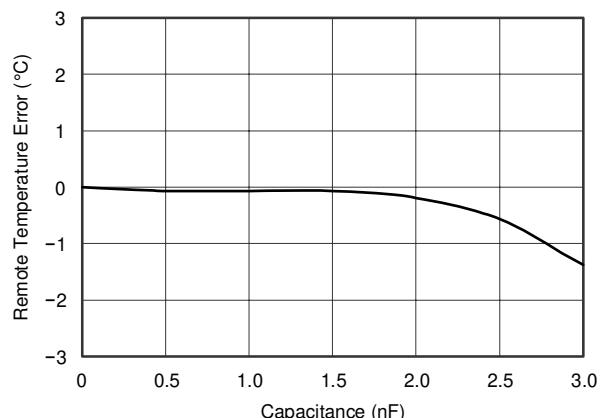
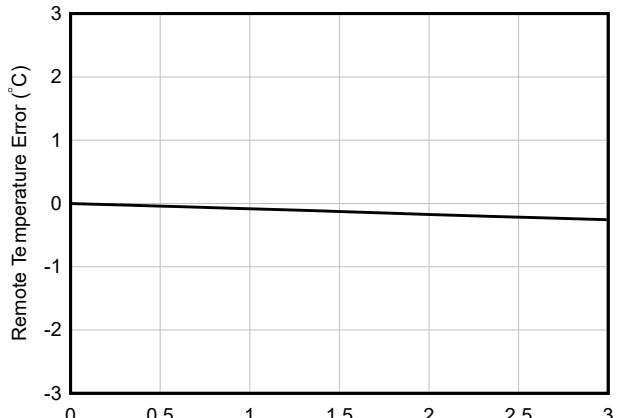
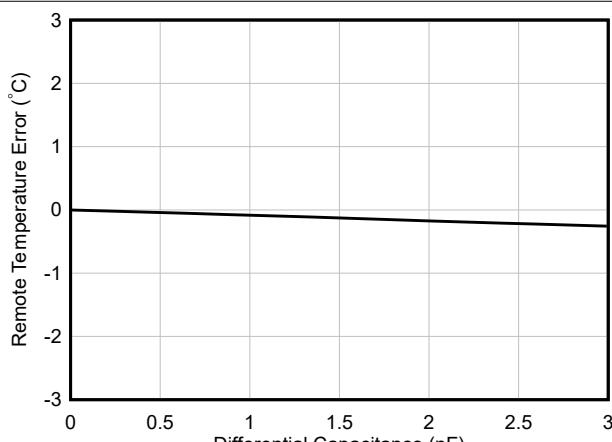

図 6-12. リモート温度誤差と差動容量との関係 (従来のチップ)
図 6-13. リモート温度誤差と差動容量との関係 (新チップ)
図 6-28. リモート温度誤差と差動容量との関係
- C. ほとんどのアプリケーションでは、 C_{DIFF} (オプション) は $<1000\text{pF}$ でなければなりません。 C_{DIFF} の選択はアプリケーションごとに異なります。 フィルタリング、図 6-12 (図 6-13 新しいチップ)、および図 6-28 を参照してください。
TMP411-Q1 デバイスおよび TMP411D-Q1 デバイスは、温度誤差の変化を最小限に抑えながら、最大 1000pF の差動入力容量を許容できます。容量が検出されたリモート温度誤差に与える影響を、図 6-12 (新しいチップは図 6-13) および図 6-28 に示します。